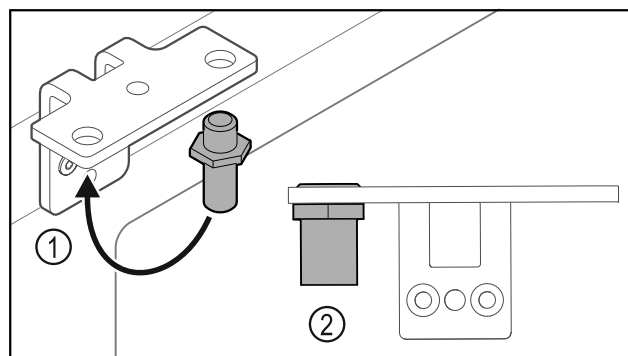

Fig. 26
- ▶ Helyezze át a csuklópántban a csapszeget Fig. 26 (1).
- ▶ Húzza meg a csapszeget Fig. 26 (2) **12 Nm-es forgatónyomatékkal**.